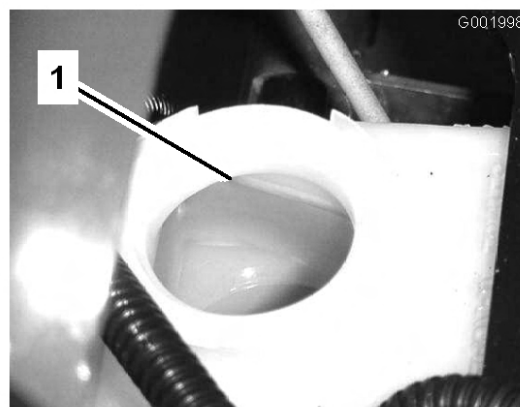

Figure 60
2. Le niveau de liquide doit atteindre le repère maximum sur le réservoir (Figure 60).